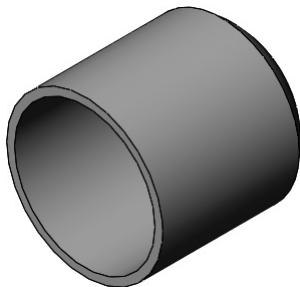

图 4-93 生成实体模型抽壳
- [5] 单击【确定】按钮, 生成实体模型抽壳, 如图 4-93 所示。